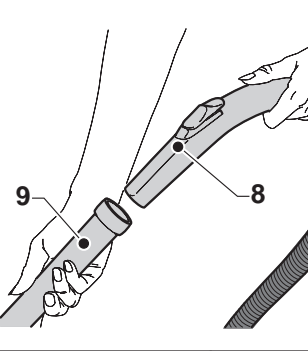

Fig. 5
- Прикрепить к эргономичной ручке (8 Рис.5) гибкого шланга жесткие удлинители (9 Рис.5).
- Прикрепить к жестким удлинителям (9 Рис.5) желаемую насадку (всасывающий патрубок, круглая щетка, всасывающая труба, универсальная щетка и т.д.)